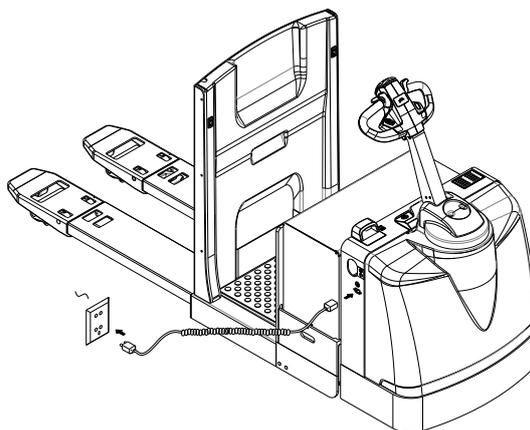

Рис.6
**Способы зарядки для встроенного зарядного устройства (рисунок 6):**